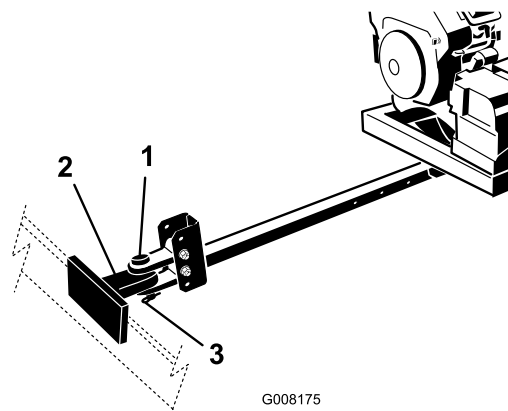

Figura 6
7. Conectai capătul de furcă al dispozitivului de cuplare al suflantei la dispozitivul de cuplare al vehiculului de tractare folosind tiftul dispozitivului de cuplare i al tiftului de prindere (Figura 6).